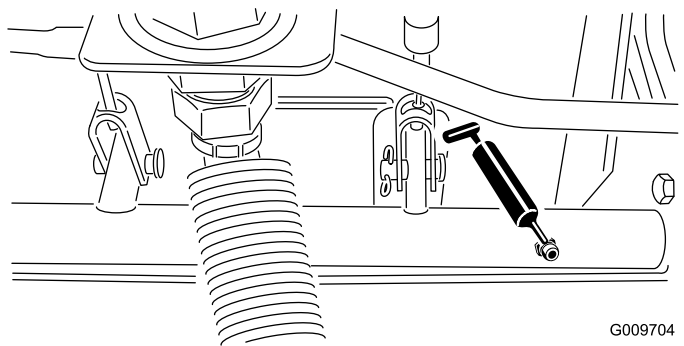

Bild 46
- Bremswellen-Drehlager (5) (Bild 46)